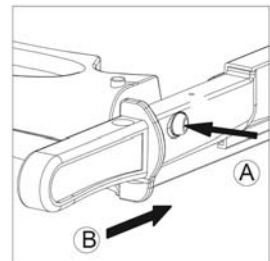

Bild 3
- 6 Drücken Sie nach Abschluss der Arbeit den Sicherungsknopf und schieben Sie den Griff hinein (Bild 3).